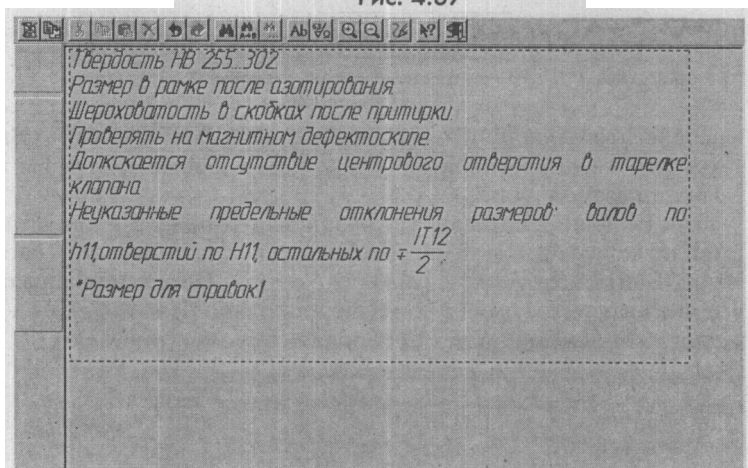

РИС. 4.38
23. Ввод технических требований. В строке меню нажмите следующую последовательность команд: **Компоновка > Технические требования > Ввод**. В поле чертежа, выделенном пунктирной линией, введите текст (рис. 4.38).